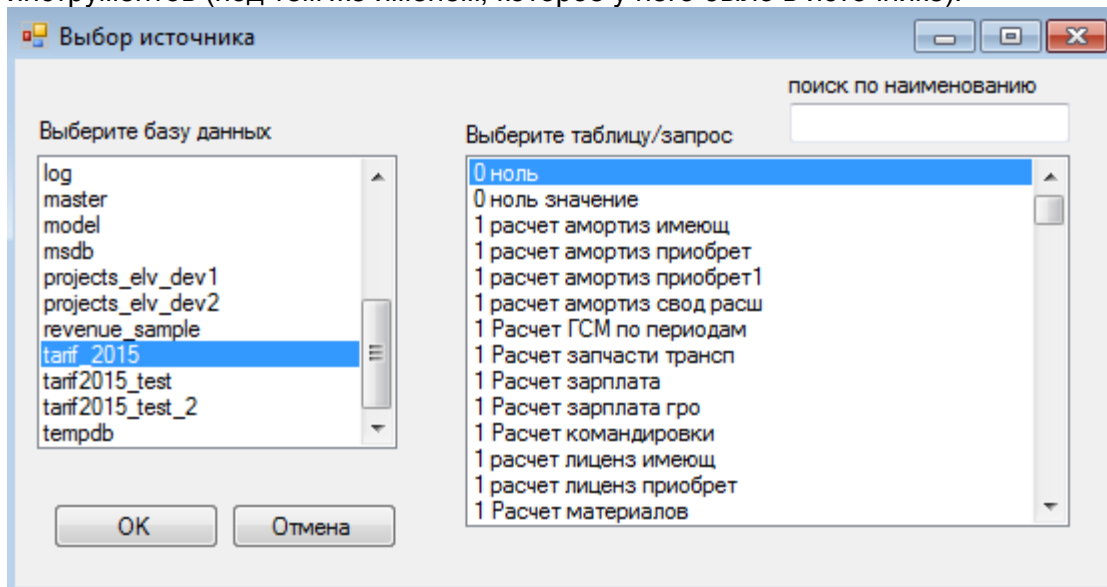

Рисунок 15. Окно выбора источника для импорта измерения.
- Скопировать измерение из другой модели Cubix VM – подменю **Копия из другой базы** (рисунок 15). Подменю открывает диалоговое окно для выбора измерения из всех доступных моделей Cubix VM. После подтверждения операции копирования измерения его можно открыть с помощью меню **Измерения – Открыть измерение** панели инструментов (под тем же именем, которое у него было в источнике).